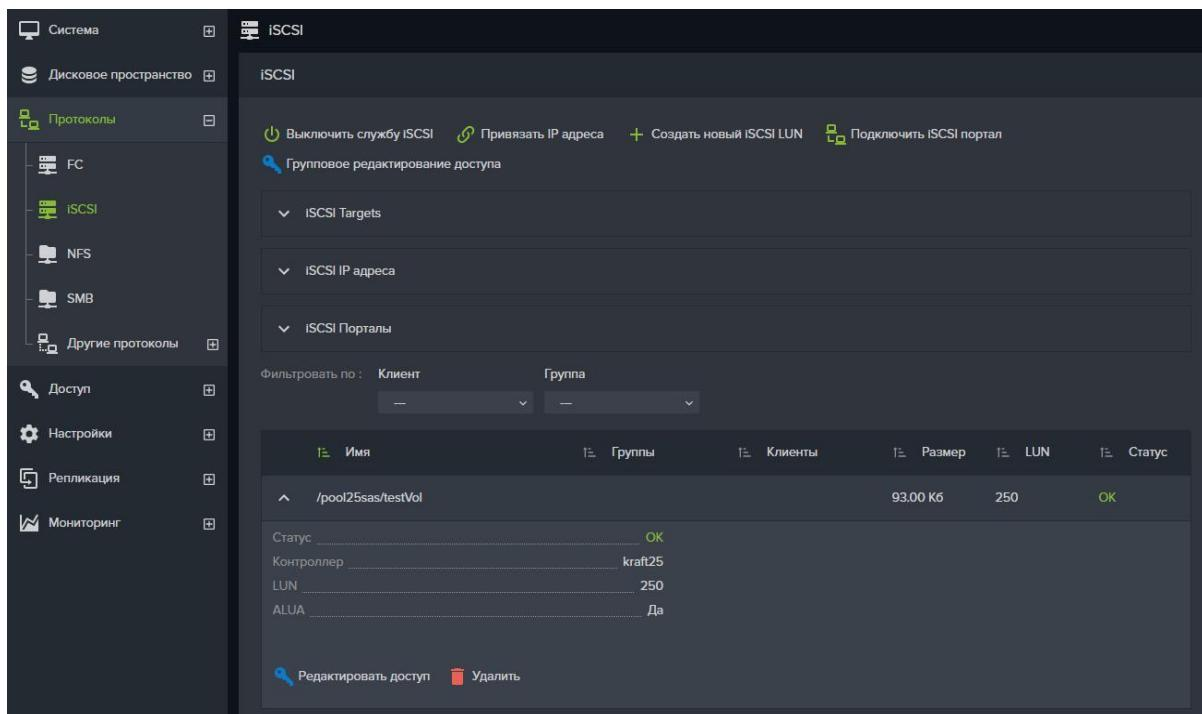

Рисунок 53. Окно настройки iSCSI
- Перейти на вкладку меню «Протоколы» → «iSCSI» (см. Рисунок 53);